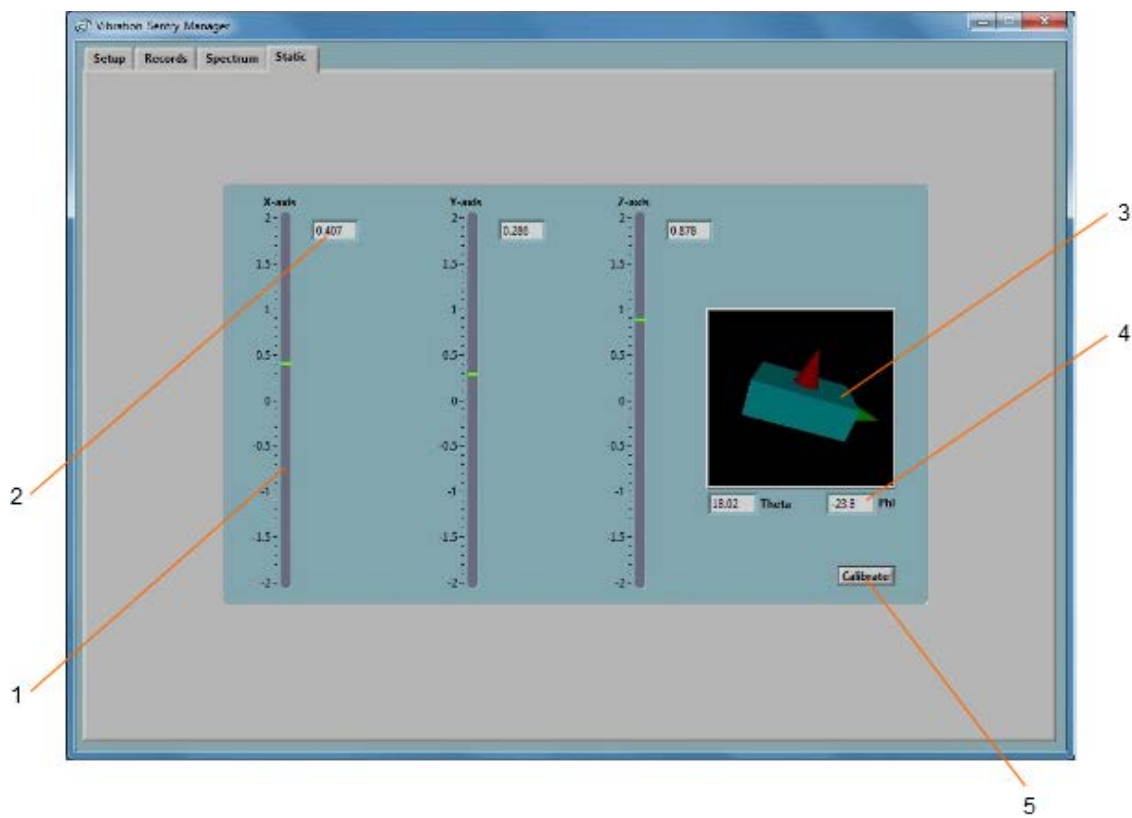

図 8 スタティック Tab
- **スタティックTab:** 三成分の静的な加速度を監視するために使用、必要に応じて校正手順を起動 (図 8参照).